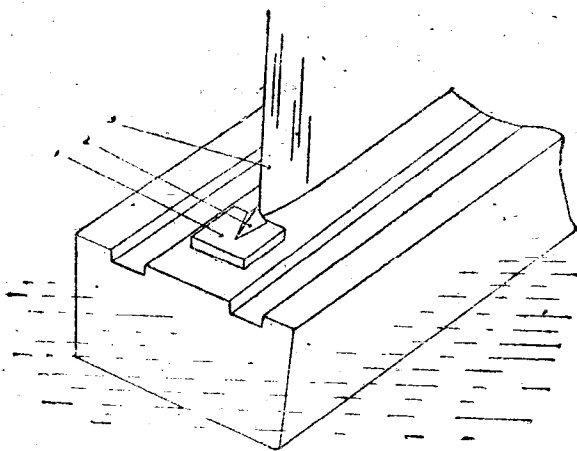

图11 撬正边示意图
3、正边的擋法：擋正边多在边凉时适用，主要使外界冷风被三角磚全部擋住，不能吹到边根以保持边子正常和平稳（图11）。边子很細，顏色很暗，甚至于出現黑色或者边根上黑綫很多，証明是凉边，另外边子挂住槽唇的一面，挂勁很大也是凉边的表現。此种边或类似此种边多用正擋或較正的擋法来控制边子，保持边根的溫度和阻擋外界冷风侵襲。但此法不甚常用，因此法不容易看出边子的細小变化，同时易出圓边。引上作业時間长玻璃原板容易发生炸边，同时发生毛病时，只要修理就得移动小磚，凡用此种擋法的边子都是凉边，只要小磚一动边子即随磚而出。如其位置摆設按原来稍靠外一些，即有掉爐或大修理的危險，所以不甚常